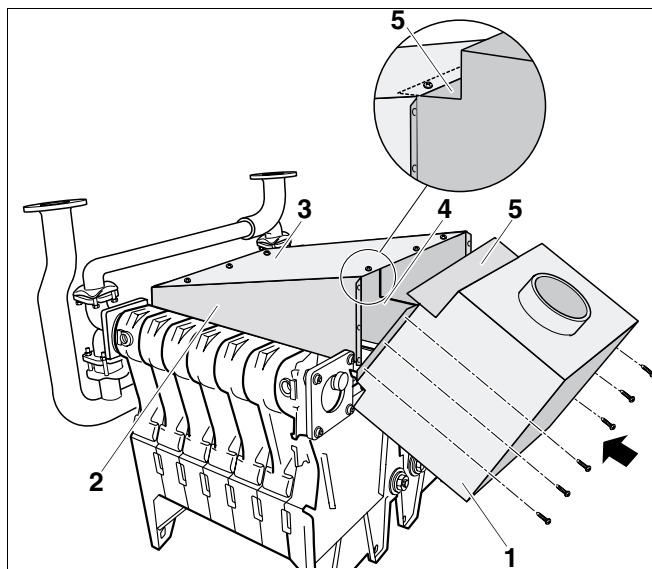

Fig. 43 Montarea siguranței de tiraj
Aveți în vedere ca la livrarea cu clapetă de blocare a gazelor arse (accesoriu la comandă specială), aceasta să fie încorporată în siguranța de tiraj (fig. 43, **poz. 1**) înainte ca această siguranță să fie montată, vezi separat instrucțiunile de montaj atașate.
- Siguranța de tiraj (fig. 43, **poz. 1**) se înșurubează cu șase șuruburi scurte cu cap plat 3,9 x 9,5 de pereții laterali (fig. 43, **poz. 2**) ai colectorului de gaze arse.
Trebuie ca înainte de montajul siguranței de tiraj (fig. 43, **poz. 1**) să aveți în vedere că tabla din partea superioară (fig. 43, **poz. 5**) a siguranței de tiraj (fig. 43, **poz. 1**) se află între peretele separator (fig. 43, **poz. 4**) și pereții laterali (fig. 43, **poz. 2**) respectiv capacul de curățare (fig. 43, **poz. 3**).
- Toate șuruburile slăbite de la capacul de curățare (fig. 43, **poz. 3**) se strâng puternic.
- Aveți în vedere ca etanșarea la capacul de curățare (fig. 43, **poz. 3**) să fie în bună stare.
La greutatea privind montajul siguranței de tiraj (fig. 43, **poz. 1**), puteți desface puțin șuruburile de la capacul de curățare (fig. 43, **poz. 3**) sau de la pereții laterali (fig. 43, **poz. 2**). După montajul corespunzător al siguranței de tiraj toate șuruburile se strâng puternic.